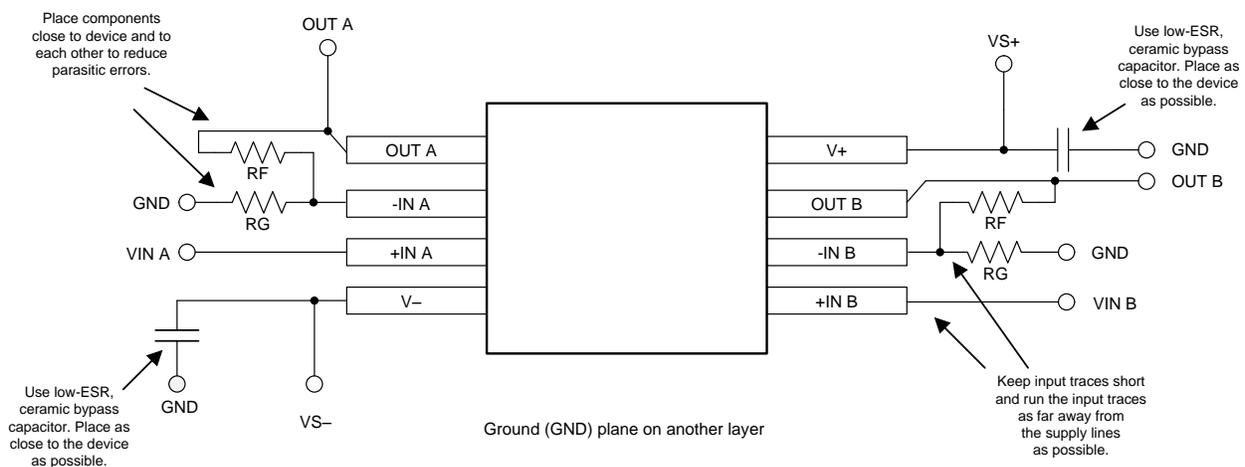

图 39. 布局示例
- 外部组件的位置应尽量靠近器件。如图 39 所示，使 RF 和 RG 接近反相输入可最大限度地减小反相输入端的寄生电容。